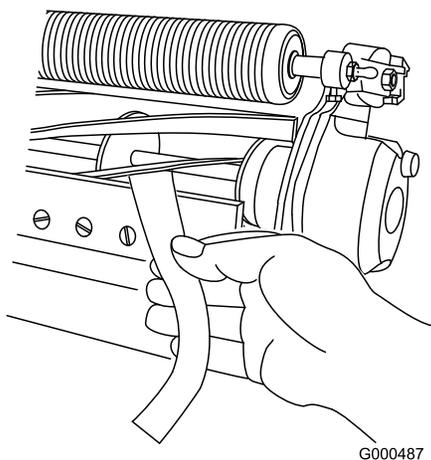

図 7
- B. 刃合わせチェックペーパーを、リールとベッドナイフとの間にに入れてベッドナイフに対して直角にセットし (**図 7**)、リールを **ゆっくり** と前転させる紙が切れれば適切。切れなければステップ **A** と **B** を繰り返す。
11. 刃合わせチェックペーパー Toro P/N 125-5610 を、リールとベッドナイフとの間にに入れてベッドナイフに対して直角にセットし (**図 7**)、リールを **ゆっくり** と前転させる紙が切れれば適切。左右のベッドバー調整ボルトをそれぞれ1クリックだけ締め、もういちど紙を切るテストを行う。紙が切れるまでこれを繰り返す。